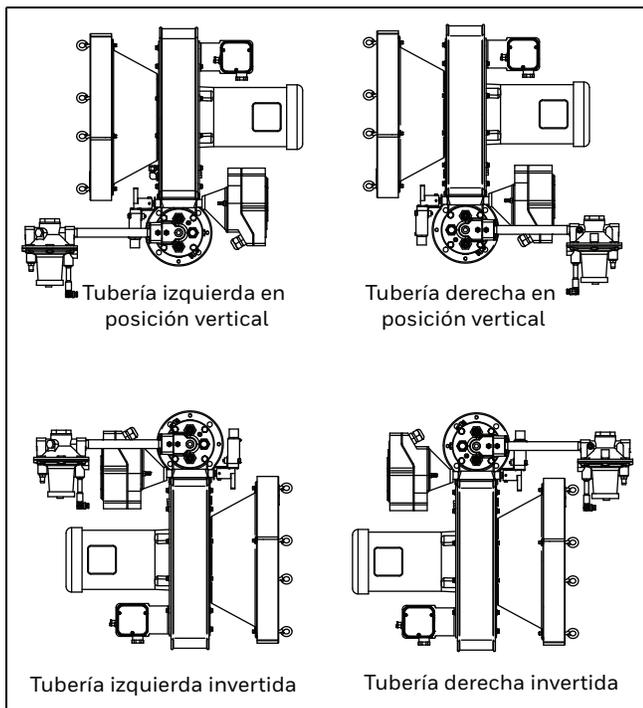

Figura 3.1. Selección de configuración y opción de orientación del motor
- Tipo de combustible La variación en el valor calorífico, la gravedad específica y el índice WOBBE afectarán el rendimiento del quemador. Si cualquiera de estos parámetros varía en más de ±5 % de los valores que se incluyen en la figura 3.1, comuníquese con Eclipse para comprobar la idoneidad del combustible. Para cada ficha técnica de RatioMatic, serie 110, se brindan datos de desempeño, dimensiones y especificaciones.